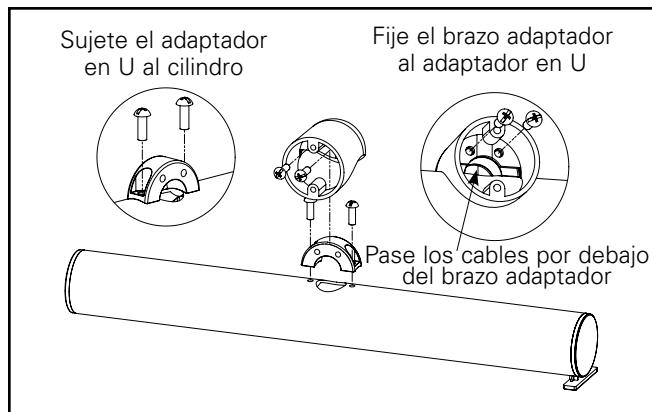

Figura 3.
- MONTAJE EN PARED:** Mueva el mazo de cables de la carcasa hacia el lado de la pared del luminario. Monte el adaptador en U en la carcasa utilizando los dos tornillos, pasando los cables por debajo del adaptador. Pase el mazo de cables de la carcasa a través del brazo adaptador y baje dicho brazo adaptador al adaptador en U. Alinee los orificios de los tornillos en el lado del adaptador en U y los orificios de los tornillos del brazo adaptador interno y fíjelos con dos tornillos. Pase el mazo de cables de la carcasa a través del orificio central seleccionado en la cubierta de resguardo y fije dicha cubierta de resguardo al brazo adaptador con dos tornillos. Asegúrese de que el orificio del tornillo de fijación de la cubierta de resguardo esté orientado hacia abajo (Ver Figura 3).